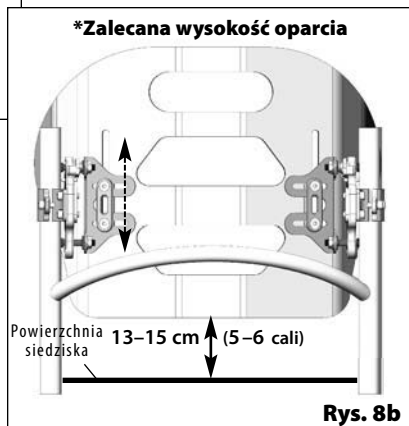

Rys. 8a
- Regulacja wysokości oparcia MX2:** Wysokość oparcia MX2 można dopasować według potrzeb dzięki podłużnemu otworowi w stelażu oparcia MX2 (patrz rys. 8a). Zalecana wysokość oparcia* wynosi około 13–15 cm (5–6 cali), licząc od górnej powierzchni siedziska (poduszki lub płyty siedziska); patrz rys. 8b).
- Poluzować mocowanie wspornika po jednej stronie (A), a następnie zsuwać lub przesuwać do góry stelaż oparcia MX2, aż do uzyskania żądanej wysokości oparcia. **UWAGA:** zakres regulacji wysokości oparcia MX2 różni się w zależności od wysokości (rozmiaru podłużnego otworu) na stelażu oparcia MX2 — patrz tabela 1.0.